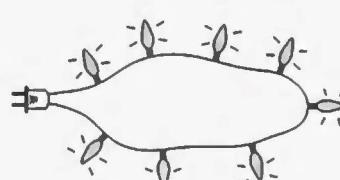

FIGURA 5.83
13. Ocho luces navideñas se conectan en serie como se muestra en la figura 5.83.